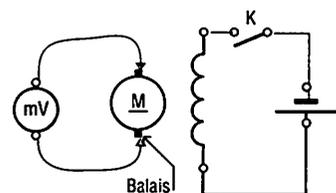

Fig. 16 : Calage des balais sur la ligne neutre.
f) Calage des balais (fig. 16)